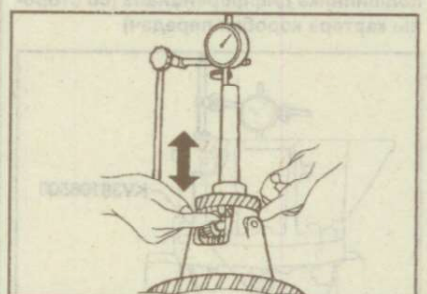

Рис. 9.247. Измерение люфта между полуосевой шестерней и коробкой дифференциала
b. Перемещая шестерню вверх и вниз, измерьте люфт между полуосевой шестерней и коробкой дифференциала (рис. 9.247).